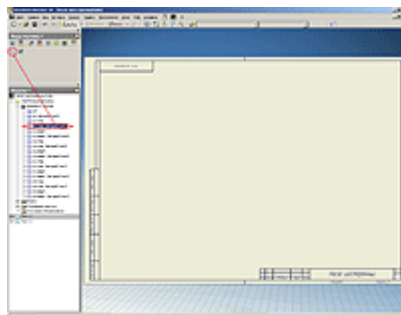

Рисунок 13
13. Для того чтобы создать второй (третий, четвертый и т.д.) лист, необходимо нажать кнопку «Создать лист» в инструментальной палитре или выбрать нужную форматку в браузере чертежа (см. Рисунок 13). Переключение между листами можно осуществлять по двойному клику левой кнопкой мыши на листе в браузере чертежа. Переносить виды с одного листа на другой можно также используя браузер чертежа. Для этого необходимо, удерживая левой кнопкой мыши вид в браузере, перетащить его на другой лист.